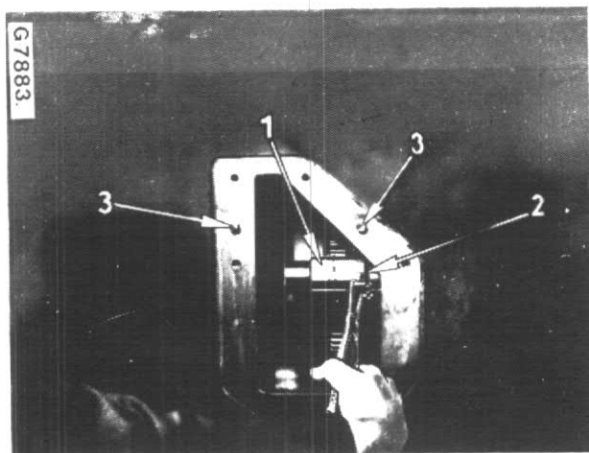

Figure 149
1. Pignon de commande (42)
2. Rondelle de butée (19)
3. Jonc d'arrêt (43)
4. Arbre de prise de force arrière (12)
Dévissez le couvercle latéral avant et dégagez-le des tétons de centrage (3, Fig. 149). Faites glisser vers l'arrière l'arbre d'entraînement avant de prise de force (1) et enlevez de l'arbre le pignon d'entraînement de prise de force et le circlip (2).